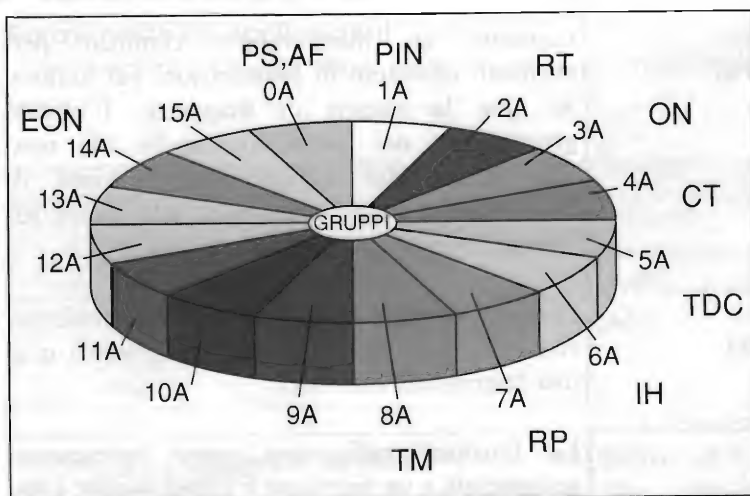

Figura 5
Tali funzionalità vengono suddivise nei vari gruppi come segue (vedi figura 5):
Il primo blocco di ciascun gruppo contiene sempre un codice di identificazione di programma (PI), come si nota (figura 5) soltanto alcuni di questi gruppi sono definiti ed utilizzati. I dati trasmessi con il sistema RDS possono essere di due tipi: